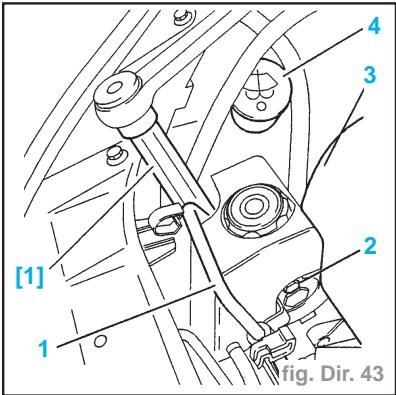

fig. Dir. 43
- Dévisser le tuyau (1) à l'aide de l'outil [1] (-.0720-E) (fig. Dir. 43).